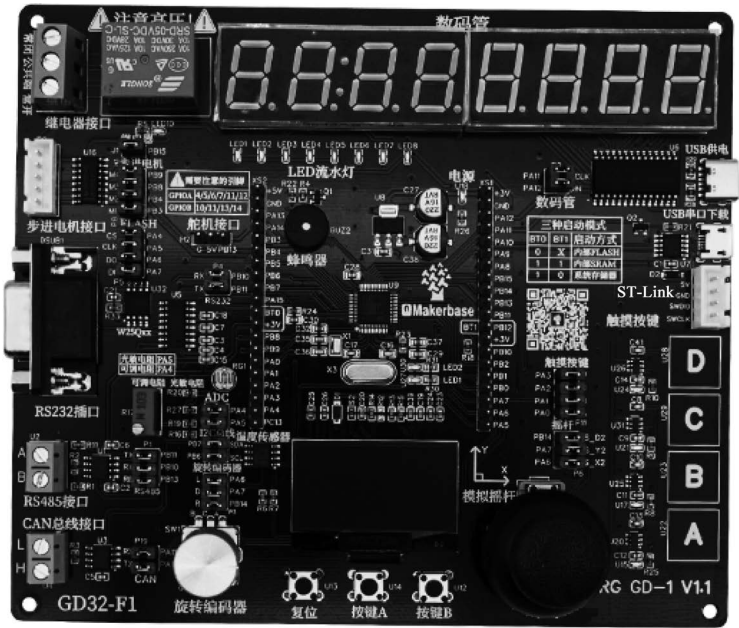

图 3-21 按键 A、B 分别控制 LED1、LED2 状态翻转
开发板上的按键 A、B 分别用于控制 LED1、LED2 的亮灭状态翻转,即①当按键 A 被按下时,若 LED1 当前为点亮状态,则熄灭,若 LED1 当前为熄灭状态,则点亮;②当按键 B 被按下时,若 LED2 当前为点亮状态,则熄灭,若 LED2 当前为熄灭状态,则点亮。开发板如图 3-21 所示。